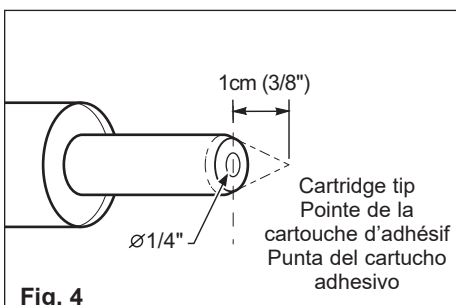

Fig. 4
- Cut nozzle of adhesive cartridge 1 cm (3/8") from the end at a 90° angle toward the tip. In no case should the adhesive bead be larger than a common pencil diameter - 5 mm (1/4"). **Fig. 4.**
- Couper le bout de la cartouche d'adhésif à environ 1 cm (3/8 po), dans un angle de 90°. L'ouverture ainsi pratiquée ne doit jamais être plus grande que le diamètre d'un crayon (maximum 5 mm ou 1/4 po). **Fig. 4.**
- Corte el extremo del cartucho de adhesivo a aproximadamente 1 cm (3/8"), con un ángulo de 90°. La abertura no debe ser mayor al diámetro de un lápiz (5 mm o 1/4" máximo) (**Fig. 4.**)